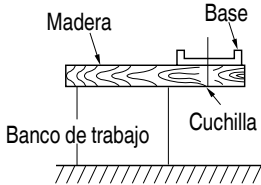

Fig. 15
10. Prepare un banco de trabajo (Fig. 15)